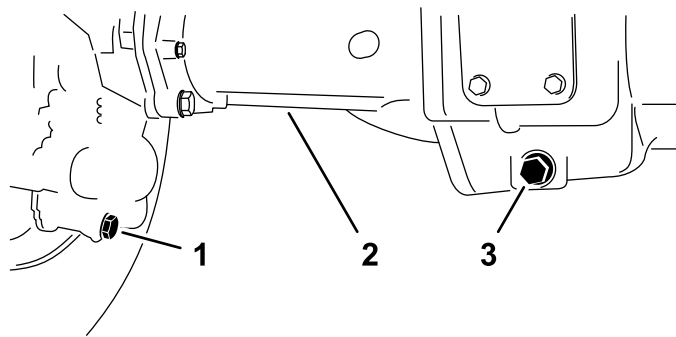

Рисунок 133
2. Очистите область вокруг 3 пробок сливных отверстий (Рисунок 133) – по одной в каждом картере главной передачи (снаружи относительно картеров моста) и одной в картере центрального редуктора.
3. Снимите все пробки сливных отверстий (Рисунок 133) и дайте маслу стечь в сливной поддон.